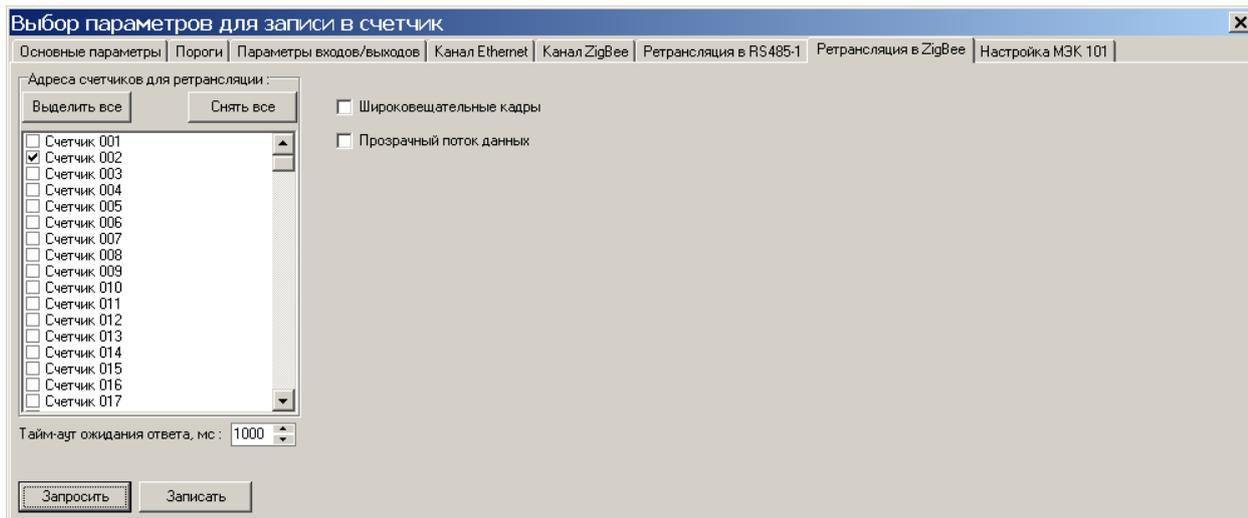

Рисунок 3.19
3.3.4.9 Вкладка *Ретрансляция в ZigBee* (рисунок 3.19) отображается, если в счетчике присутствует канал ZigBee. Описания основных параметров приведены в таблице 3.9.